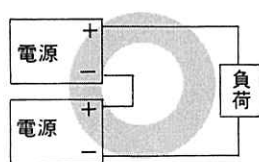

図1
- 直列(図1)及び並列運転はできません。ただし、(図2)に示すような接続は使用可能です。
- 2台以上の電源を直列運転(図1)される場合は定格以上の電流が流れないように注意して行ってください。
- 2台以上の電源を直列運転(図1)される場合は定格以上の電流が流れないよう注意して行ってください。
- 2台以上の電源を直列運転 (図1) される場合は定格以上の電流が流れないよう注意して行ってください。